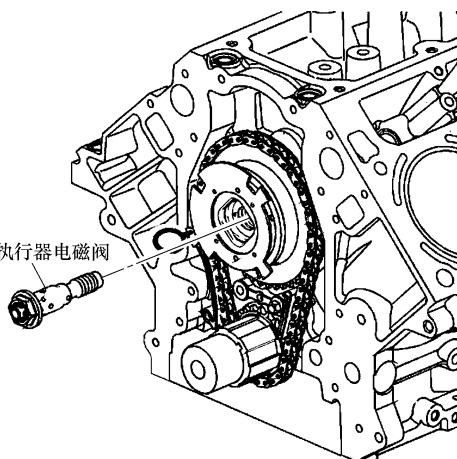

图 20-3 凸轮轴位置执行器电磁阀识别
- 5) 拆卸并废弃凸轮轴位置执行器电磁阀 (图 20-3)。